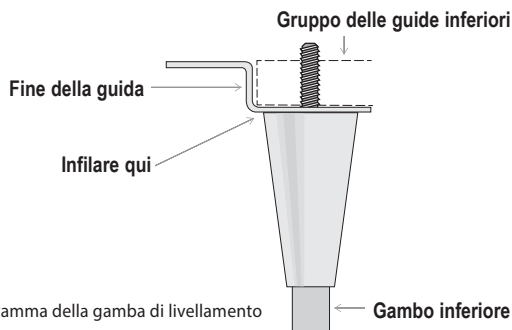

Fig. 4 Diagramma della gamba di livellamento
Se **verranno utilizzate** le gambe di livellamento o le rotelle orientabili, ruotare l'elettrodomestico sul pattino (vedere fig. 4) e vedere le istruzioni di installazione di vite, gamba di livellamento o rotella orientabile a pagina 12.
Fig. 4. Ruotare l'elettrodomestico sul pattino. Quando si solleva l'unità, non utilizzare banconi di lavoro, sportelli/cassetti o griglie come punti di sollevamento.
3. Avvitare le gambe di livellamento nella guida a cornice o nel fondo dell'elettrodomestico. Vedere figure 4 e 5.
5. Se l'elettrodomestico non è livellato, sollevare gentilmente e supportare la base dell'elettrodomestico. Quindi, con una chiave inglese aggiustabile, avvitare i perni inferiori delle gambe di livellamento verso l'interno o verso l'esterno per mettere a livello e sostenere l'elettrodomestico. Vedere le figure 4 e 6.